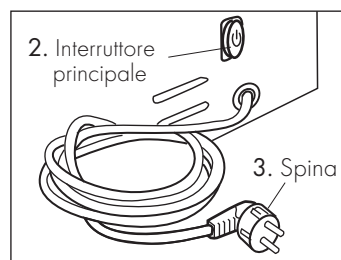

Fig. 1
**Spegnere la macchina con l'interruttore principale (2) e scollegare sempre la spina (3) dalla presa di corrente in caso di mancato uso dell'apparecchio (Fig. 1).**